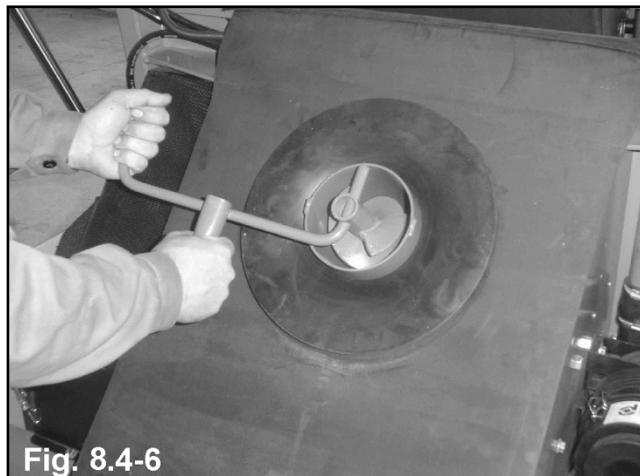

Fig. 8.4-6
- освободите посторонние предметы поворачивая шнековый транспортер и удалите их (рис. 8.4-6)